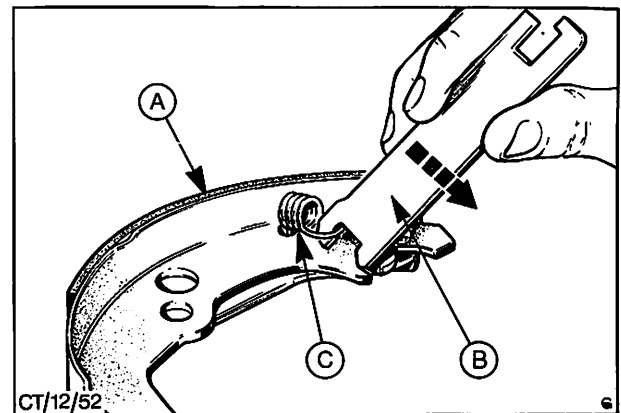

Abb. 41 Schwinghebel-Rückzugfeder und Druckstrebe montieren
- c) Schwinghebel-Rückzugfeder in die Bremsbacke und Druckstrebe in die Feder einhängen, dann Druckstrebe in den Schlitz des Backenstegs einhaken, Abb. 41.